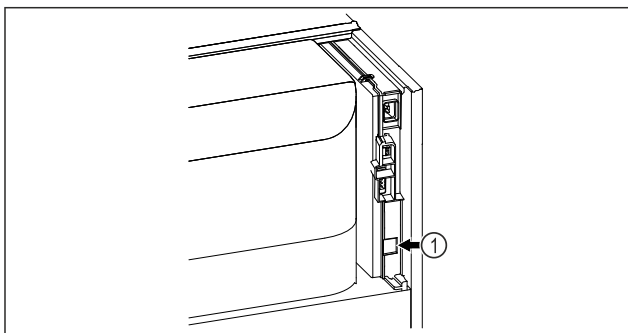

Fig. 59
- Moduli SmartModule Fig. 59 (1) është vendosur.